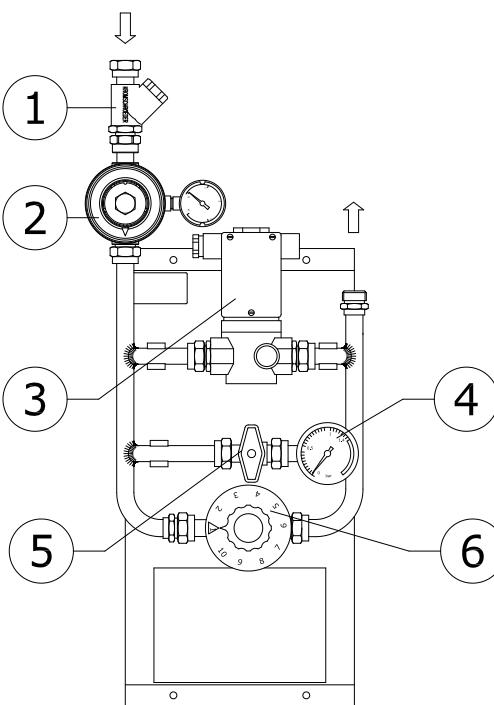

Fig. 2
- Activar la válvula eléctrica desde el sistema de control (fig.2) y ajustar la presión de salida (según modelo) mediante el regulador de entrada (2) y comprobar la presión en el manómetro de salida (4)
- Reajustar la presión de salida mediante el regulador de entrada (2) una vez que todos los radiadores estén encendidos.
- Enable the electro valve from the control system (fig. 2) and set the outlet pressure (depending on the model) using the inlet regulator (2), and check the pressure in the outlet pressure gauge (4).
- Re-set the outlet pressure using the inlet regulator (2) once all the brooders are switched on.
- Activer la soupape électrique depuis le système de contrôle (fig. 2) et régler la pression de sortie (selon modèle) à l'aide du régulateur d'entrée (2) et vérifier la pression sur le manomètre de sortie (4).
- Réglage à nouveau la pression de sortie à l'aide du régulateur d'entrée (2) une fois que tous les radiateurs seront allumés.